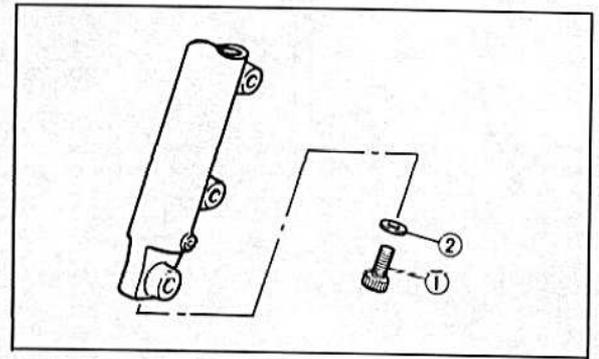

Bild 325
- Die Dämpferstange und die Rückholfeder ausbauen (Bild 325).